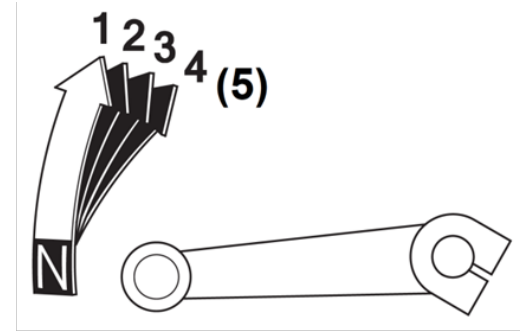

Рисунок 3.5. Положение передач.
В зависимости от модели двигателя питбайк имеет четыре или пять передач (рис.3.5). Рычаг переключения передач 13 (фото 2.1) находится на левой стороне двигателя. Нейтральная передача включается вниз, остальные вверх. Пожалуйста, проверьте этикетку на двигателе для определения правильного порядка переключения передач.
4. Поднимите рычаг переключения передач (рис. 3.5) вверх, в положение первой передачи.
6. Набрав скорость, ручкой акселератора 7 закройте дроссельную заслонку, выжмите рычаг сцепления 2 и переместите рычаг переключения передач вверх в положение второй передачи (рис. 3.5). После включения передачи, постепенно отпускайте рычаг сцепления 2 (фото 2.3) и открывайте дроссельную заслонку ручкой акселератора 7.
8. Для переключения на пониженную передачу необходимо ручкой акселератора 7 закрыть дроссельную заслонку, выжать рычаг сцепления 2 и затем нажать на рычаг переключения передач (рис. 3.5). После включения передачи, постепенно отпускайте рычаг сцепления 2 (фото 2.3) и ручкой акселератора 7 открывайте дроссельную заслонку.
Для снижения скорости или остановки питбайка плавно нажимайте на ручной рычаг 6 (фото 2.3) и педаль тормоза 9 (фото 2.2), одновременно снижая обороты двигателя ручкой акселератора 7 (фото 2.3) и последовательно переходя на пониженные передачи (рис. 3.5) для торможения двигателем.